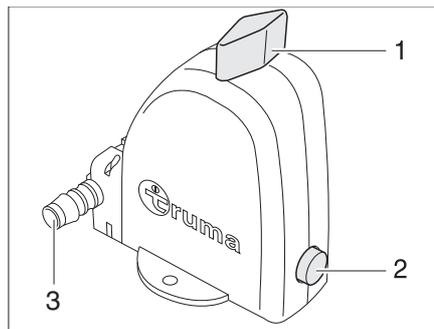

Bild 211 Sicherheits-/Ablassventil des Boilers - Stellung Betrieb
- ▷ Der Entleerungsstutzen (Bild 211,3) des Sicherheits-/Ablassventils muss immer frei von Verschmutzungen (z. B. Laub, Eis) sein.
- Kontrollieren, ob der Drehschalter (Bild 211,1) in Stellung "Betrieb" steht und eingerastet ist.
- Druckknopf (Bild 211,2) betätigen, das Ablassventil ist geschlossen.
- Drehschalter (Bild 211,1) um 180° bis zum Einrasten drehen. Der Druckknopf (Bild 211,2) springt heraus. Der Boiler wird über den Entleerungsstutzen (Bild 211,3) nach außen entleert.